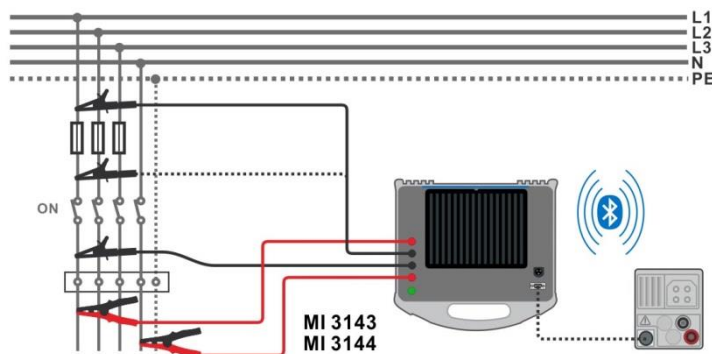

Abbildung 7.50: Hochstrom Widerstandsmessung
- › Schließen Sie das Prüfgerät MI 3152(H) an den A 1143, MI 3143 oder MI 3144 Euro Z Adapter über die serielle RS232-Schnittstelle an, oder verbinden Sie sie über Bluetooth. Siehe Kapitel **4.6.5.1 Auswahl und Konfiguration von Messadaptern**.
- › Überprüfen Sie die Bluetooth Aktiv-Anzeige, wenn das MI 3143 oder MI 3144 Euro Z Adapter über Bluetooth mit dem Prüfgerät MI 3152(H) verbunden ist.
- › Schließen Sie die Prüflösungen am Prüfling an. Siehe **Abbildung 7.50**